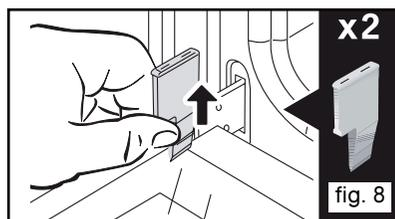

fig. 8
- Retirez les butées plastique rouge (fig.8).